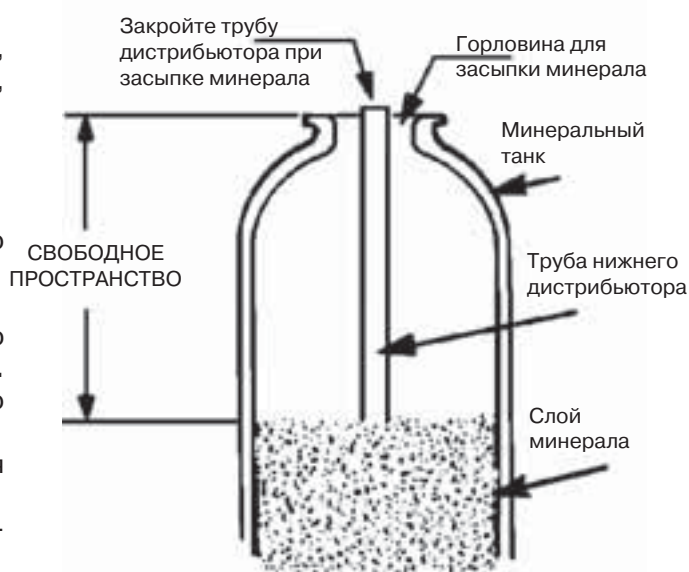

Рис. 13
8. Используя, например, длинную металлическую линейку измерьте расстояние до слоя минерала (**рис. 13**). Если свободное пространство больше, чем указано в таблице, добавьте минерал.